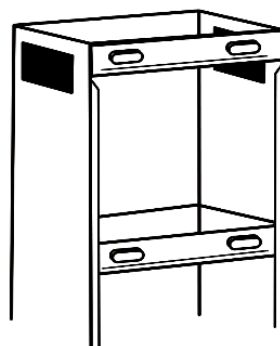

Abbildung 5
11. Die Kaminblendenhalterung an die Wand halten und 2 Bohrlöcher markieren (Abb. 5)